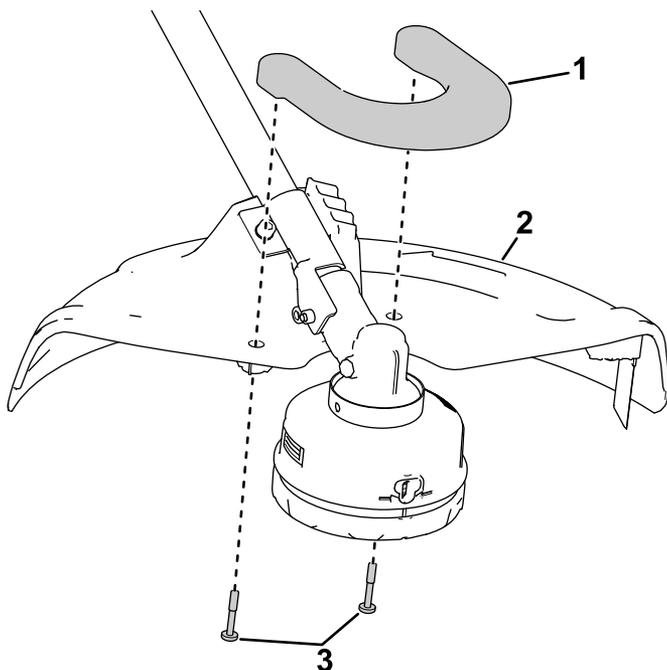

Figure 5
3. Fixez la protection avant sur le déflecteur arrière à l'aide des 2 vis à tête ronde (Figure 5).